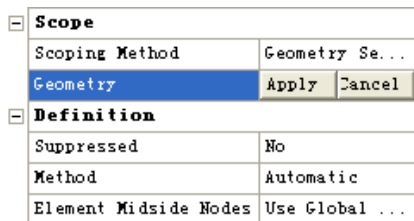

图 3-39 网格参数设置
**步骤 02** 在网格参数设置栏中选择 Scope→Geometry 命令,在图形区域选择应用该方法的体,单击 **Apply** (应用) 按钮,如图 3-39 所示。